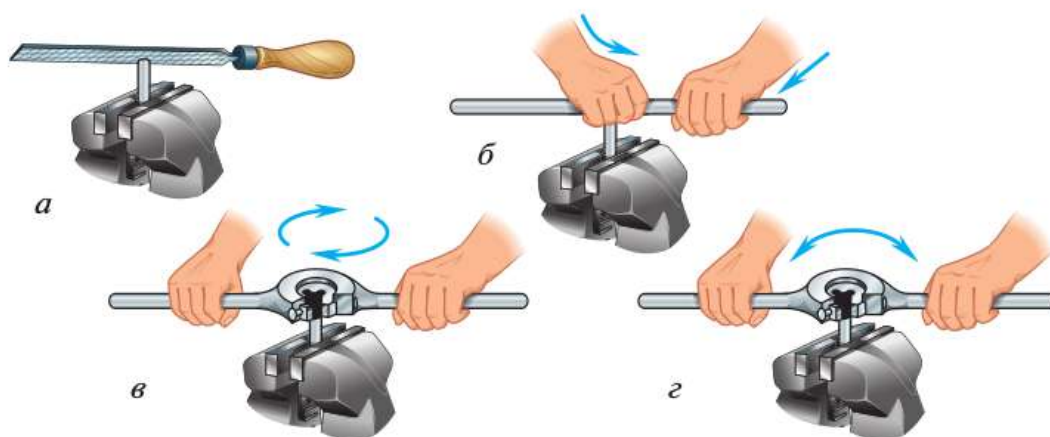

Рис. 5.56. Нарезание резьбы плашками: *а* — снятие фаски на стержне; *б* — начало работы; *в, г* — приёмы работы
- ▶ 3. Отметьте длину нарезаемой резьбы (напильником, мелом, чертилкой), сделайте на конце заготовки фаску (рис. 5.56, а).
- ▶ 5. Наложите плашкодержатель с плашкой на нарезаемый конец заготовки клеймом (надписью) вниз (рис. 5.56, б).
- ▶ 6. Ладонью рабочей руки нажмите на корпус плашкодержателя вниз; нерабочей рукой вращайте его по часовой стрелке, пока заборная часть плашки не врежется в заготовку (рис. 5.56, в). Затем, вращая плашкодержатель за ручки (рис. 5.56, г), сделайте 1—2 обо-